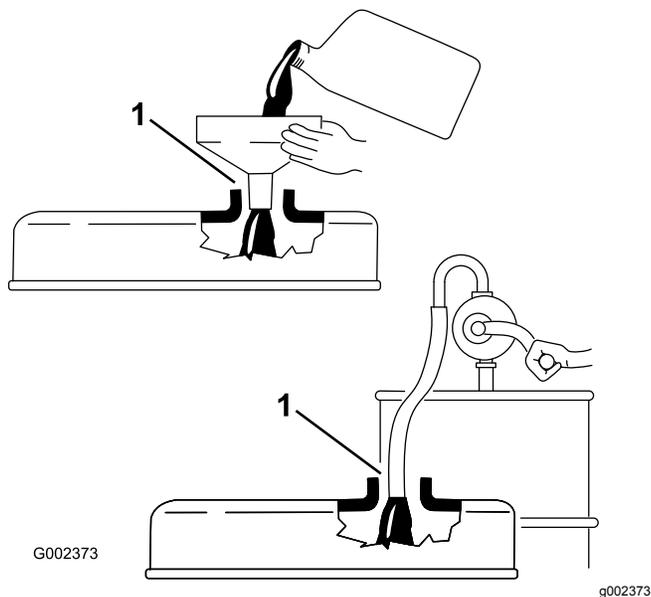

图28
**重要事项** 添加机油时取出量油尺。当添加机油或注油时、注油设备与气门室盖内的注油孔之间**必须有**空隙、如 图28 所示。此空隙是注油时进行通风所必需的要求可以防止油溢入通气孔。